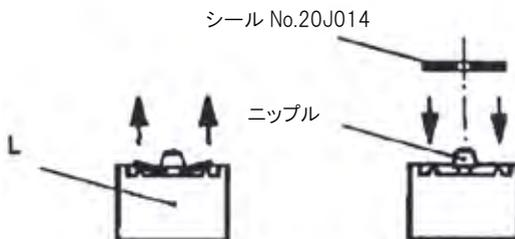
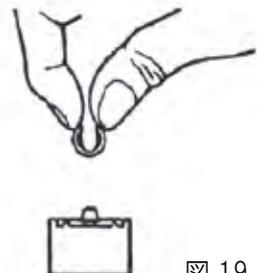

図 18
図 19
2) 短いバルブ L（図 18）の頭部にあるシール No.20J014 を取り外して、取り替えます（図 19）。
位置を正しく決めるために、図 19 のように手で押さえ、バルブニップルの真下に正しくおさまるよう、回し込みます。この時、シールの円形が欠いているサイドを傷つけないようにして下さい。